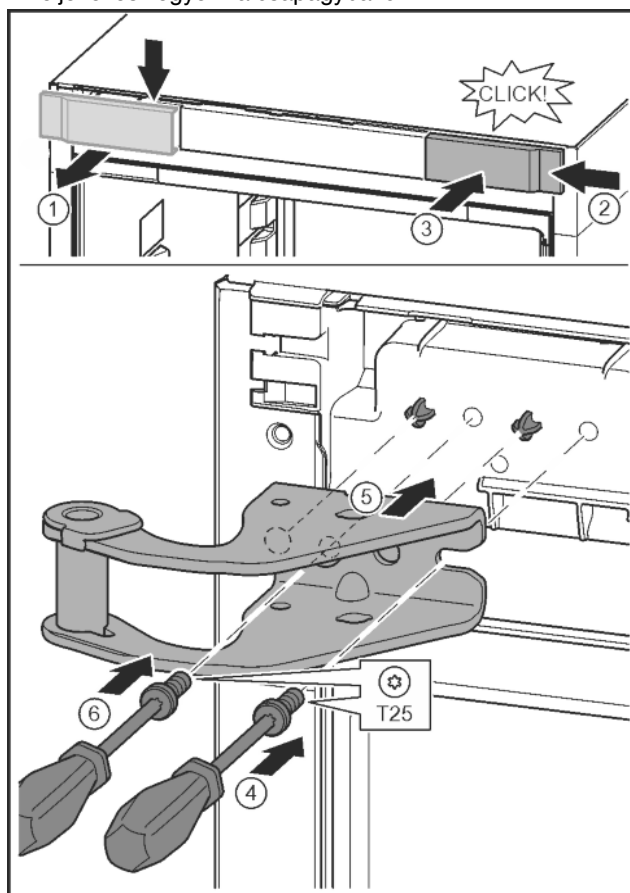

Fig. 14
- ▶ Oldja ki a fedelet, és oldalt vegye le. *Fig. 14 (1)*
- ▶ A fedelet 180°-kal elfordítva akassza be a másik oldalra jobbról. *Fig. 14 (2)*
- ▶ Pattintsa be a fedelet. *Fig. 14 (3)*
- ▶ T25 csavarhúzóval helyezze fel a csavarokat. *Fig. 14 (4)*
- ▶ Helyezze fel a felső csapágybakot. *Fig. 14 (5)*
- ▶ Húzza meg a csavart. *Fig. 14 (4)*
- ▶ A T25 csavarhúzóval helyezze be és húzza meg a csavart. *Fig. 14 (6)*